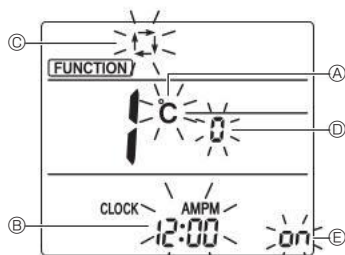

Fig. 7-10
| Element            | Konfiguration                                   | Fig. 7-10 |
3. Kontrollér, at funktionsnr. "1" vises, og tryk derefter på **SET** E-knappen. Skærmen til visningsindstilling vises. (Fig. 7-10)